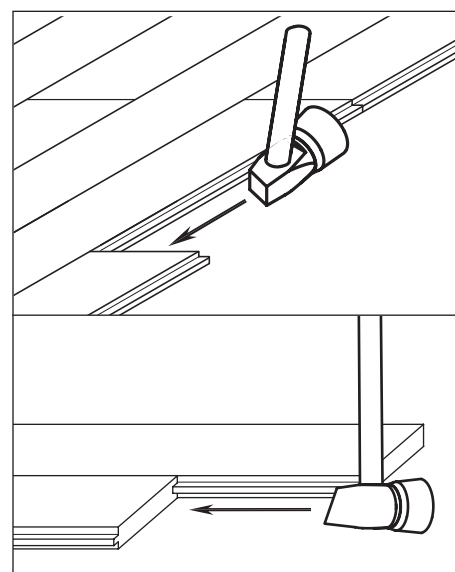

Figure 21 - Monter la lame bien serrée contre la planche adjacente.
- Utiliser l'extrémité de métal du maillet pour placer la lame bien rapprochée de la lame adjacente. L'extérieur de métal est effilé en s'éloignant du dessus du plancher pour éviter tout dommage indésirable sur la surface supérieure (voir Figure 21).